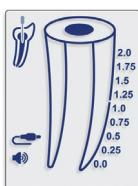

Fig. 4
- 5.4.7. Inserire il cavo di misurazione nel dispositivo e verificare che sul display venga visualizzata l'icona del cavo (Fig. 4).